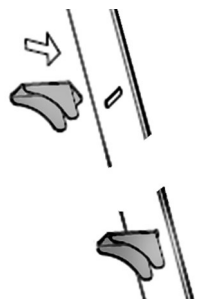

Figure 6.
7. Installez 12 supports à crochet (no 14) à l'intérieur de l'armoire pour soutenir les tablettes. La languette à angle glisse dans les fentes situées le long des bords intérieurs des panneaux latéraux. Assurez-vous que chaque support se trouve à la même hauteur (fig. 6).